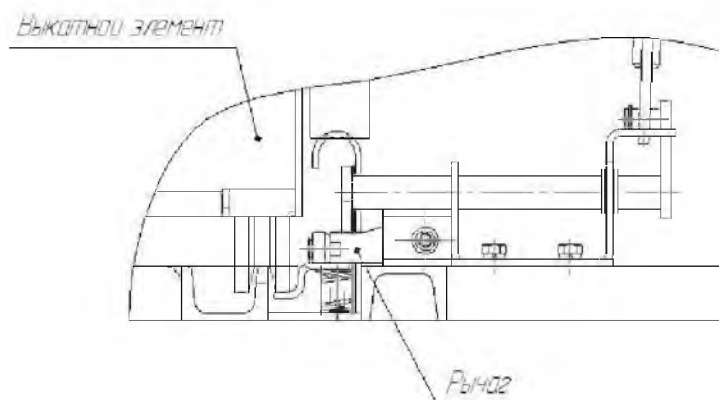

Рисунок 13– Заземляющий разъединитель разблокирован
- Блокировка выкатного элемента с заземлителем, расположенными в одном шкафу, выполнена механической (см. рисунок 13).